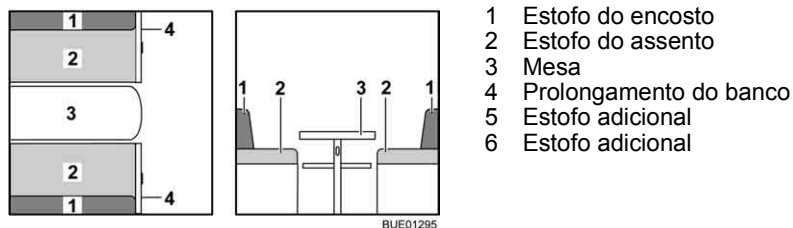

Fig. 123 Antes da transformação
- Aumente a mesa (Fig. 123,3) e transforme-a em base para cama (ver ponto 6.11).